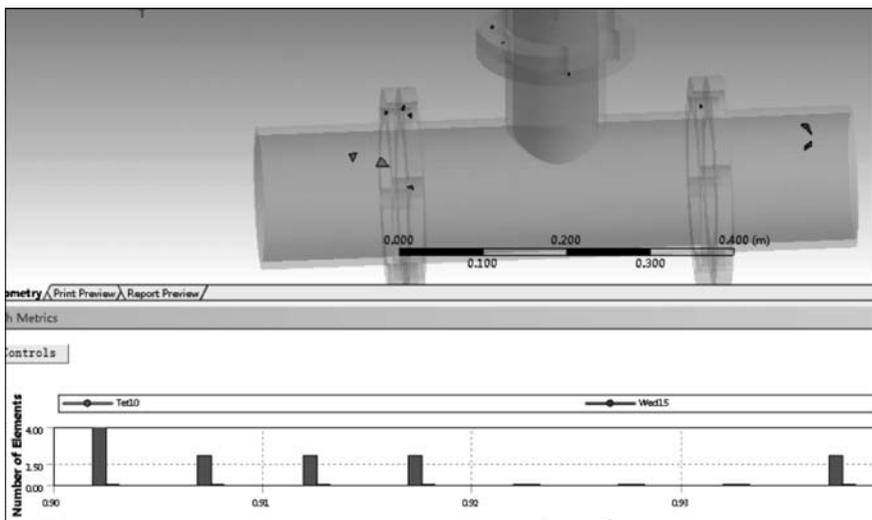

图 3.40 显示对应质量的网格
(7) 按住 Ctrl 键选择所有柱状图, 在主界面中将显示对应的网格。如图 3.40 所示, 有十几个质量较差的网格, 可以通过网格整体加密消除这几个质量差的网格, 也可以使用后面讲解的局部网格设置处理这几个网格。